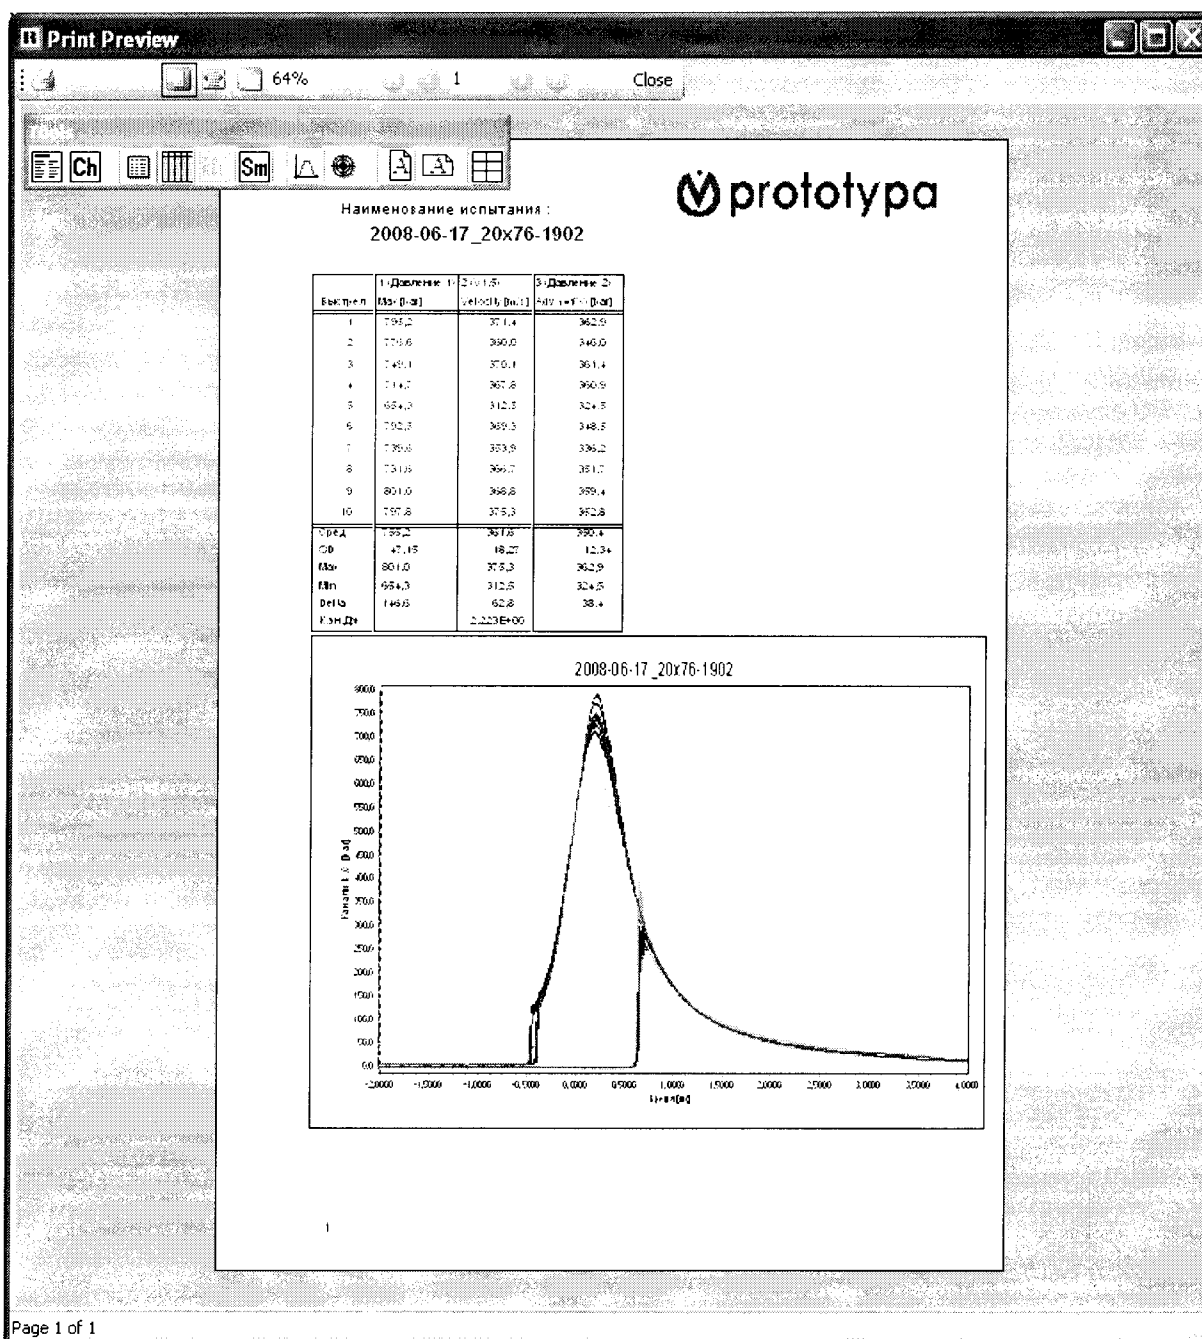

Рис.14 – Панель «Результат»
7.3.5.32 Выбрать (Файл > Final Report) в основном меню программы «BA Control», появится протокол с измерениями, смотри рисунок 14.